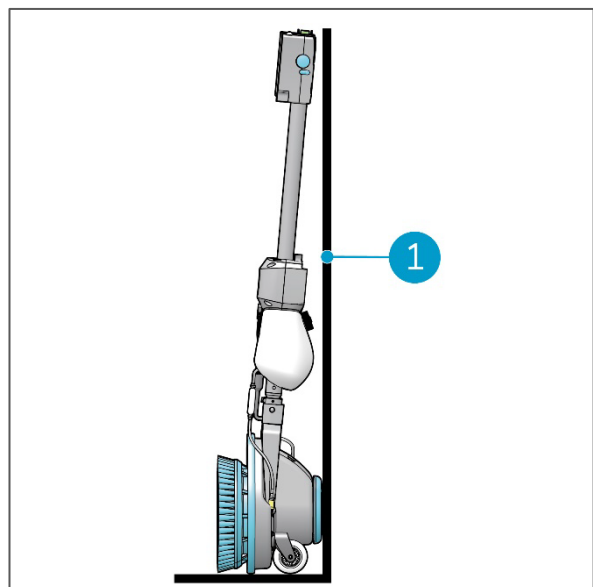

Figure 27
3. Rangez l'i-scrub près d'un mur (Figure 27, POS 1) avec la poignée pointant vers le mur et la brosse tournée vers le mur.